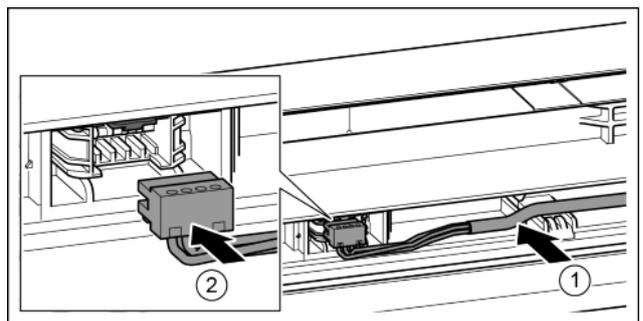

Fig. 38
- ▶ Poser le câble gris dans le guide de la porte supérieure. *Fig. 38 (1)*
- ▶ Insérer le connecteur. *Fig. 38 (2)*